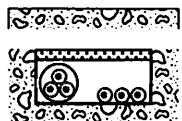

Fig. 6 : 4 - Pose dans les caniveaux.
- 4 – pose dans les caniveaux (de 41 à 43) (fig. 6) ;